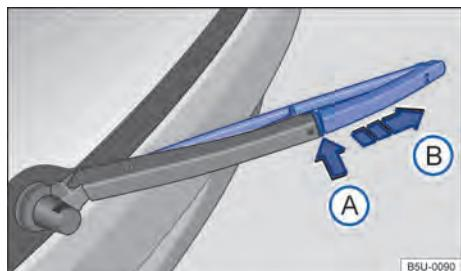

Fig. 149 Substituir a palheta do limpador do vídeo traseiro.
- Manter a tecla de destravamento → Fig. 149 ⑦ pressionada e, ao mesmo tempo, retirar a palheta dos limpadores do para-brisa no sentido da seta.
- Retirar a palheta do limpador do vidro traseiro no sentido da seta ⑧.